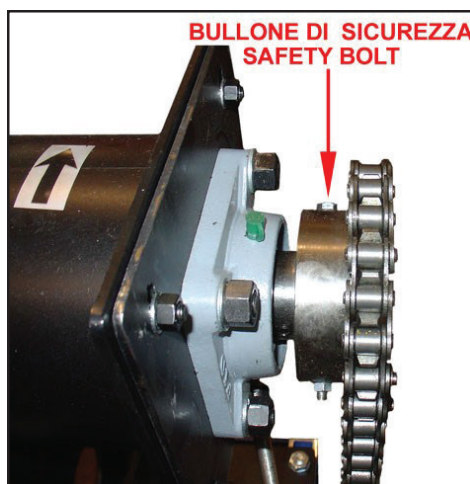

Fig. 24.1
d) togliendo il carter pos.21 fig.6.3.3, controllare che il bullone di sicurezza (fig.24.1) che fissa il pignone all'albero secondario non sia rotto. Per mod.SI togliere pannello posteriore.	d) in caso di rotazione a vuoto, quindi rottura del bullone chiamare l'assistenza tecnica.